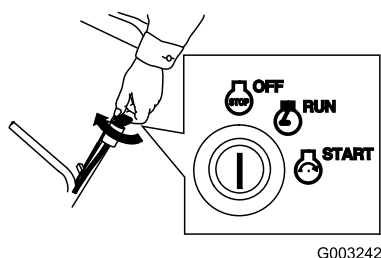

Figura 24
1. Gire la llave a la posición de Desconectado (Figura 24).